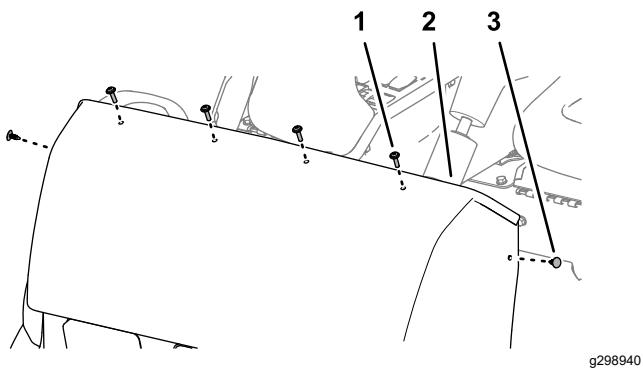

Figura 140
2. Monte el capó en el soporte del salpicadero con 2 grapas (Figura 140).
3. Sujete el capó al soporte del salpicadero (Figura 140) con 4 tornillos Phillips de cabeza redonda (1/4" x 1").